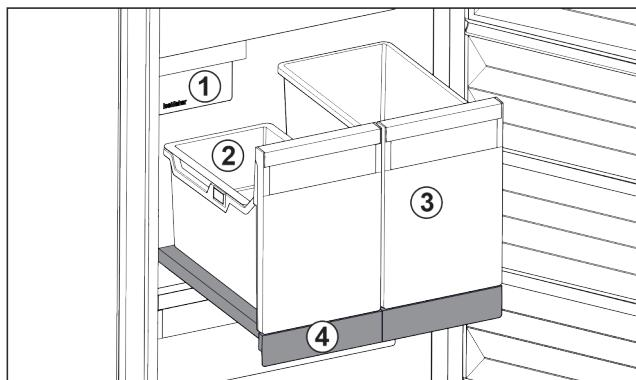

Fig. 17 Витяжна панель IceTower
- (1) IceMaker
- (2) Підвісний лоток для кубиків льоду
- (3) Резервуар наприклад для піци, алкогольних напоїв
- (4) Витяжна панель
На витяжній панелі є два високих резервуара (IceTower). В резервуарі Fig. 17 (2) кубики льоду з IceMaker збираються та зберігаються. Резервуар Fig. 17 (3) придатний для зберігання високих харчових продуктів, таких як піца та алкогольні напої.